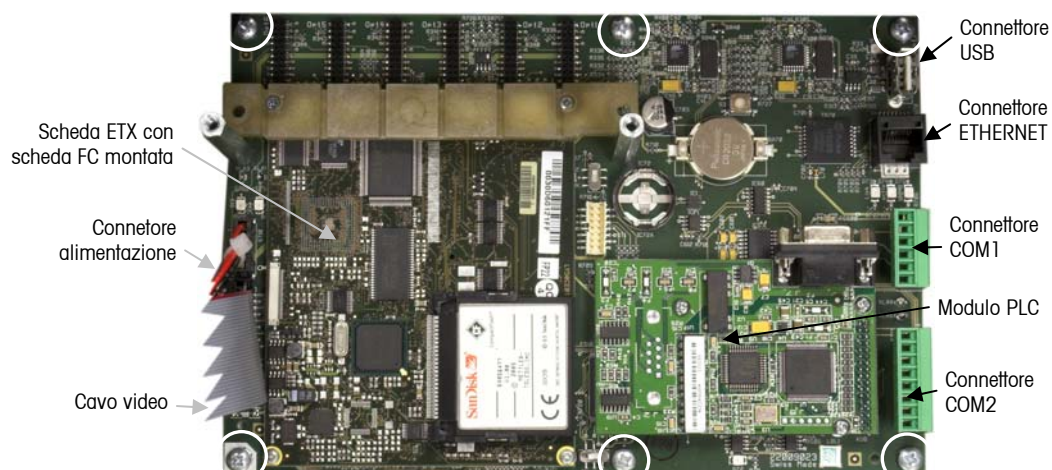
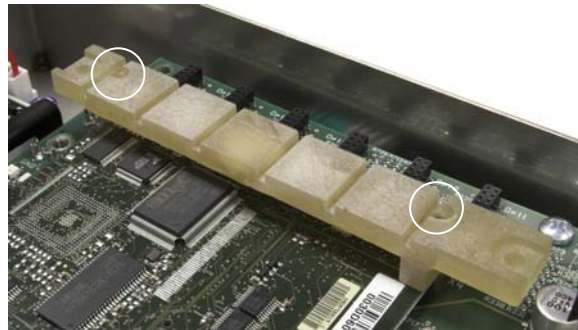

Figura 3-39: Viti di montaggio e connessioni della PCB principale
Figura 3-41: Posizione delle viti della guida inferiore della scheda
9. Rimuovere tutti i connettori periferici dai rispettivi alloggiamenti – COM1, COM2, Ethernet, USB, alimentazione e video. La posizione dei connettori è indicata nella Figura 3-39.
- A. Per un terminale con montaggio a pannello, inserire le viti nei fori centrali e nei quattro supporti esagonali nei fori esterni (vedere Figura 3-41).
1. Rimuovere le due viti che bloccano la guida inferiore della scheda e la scheda ETX sulla PCB principale (Figura 3-39). La posizione di queste viti è indicata nella Figura 3-41.
Si noti che le figure 4-47 e 4-48 mostrano la scheda CF nello stesso orientamento mostrato nella Figura 3-39.